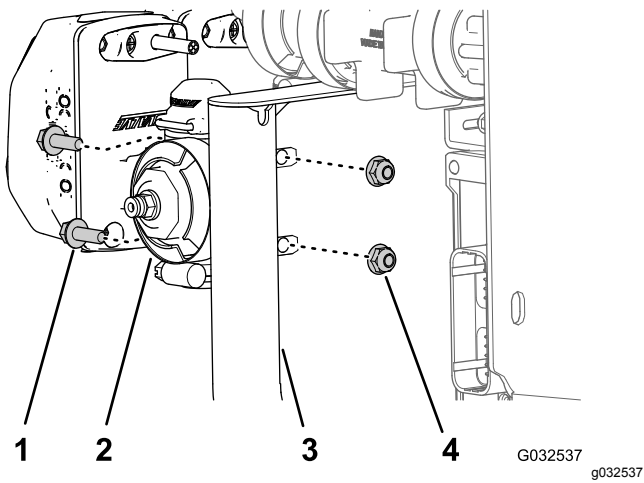

图92
- 使用在 从歧管阀安装架拆卸喷洒臂段阀 \(页码 23\) 的步骤 2 中卸下的 2 个凸缘头螺栓 1/4 x 3/4 英寸和 2 个凸缘锁紧螺母 1/4 英寸将喷嘴阀 10 固定到阀门安装架上 图92。